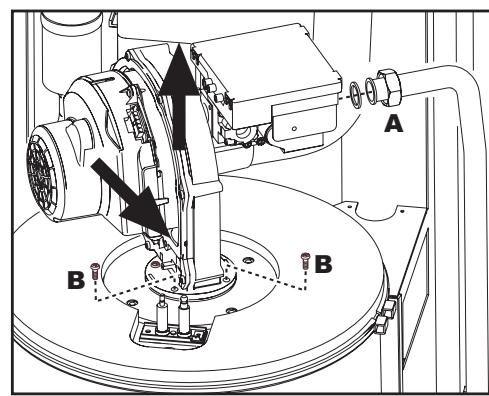
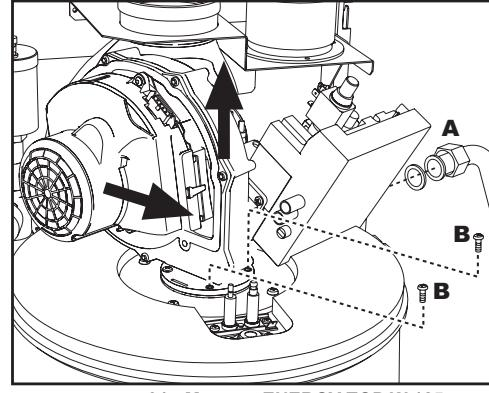

рис. 30 - Модель ENERGY TOP W 70 - W 80
рис. 31 - Модель ENERGY TOP W 125
4. Развините хомут "A" крепления газового клапана (рис. 30 и рис. 31).
5. Открутите два винта "B" и демонтируйте блок вентилятора, как указано на рис. 30 для модели ENERGY TOP W 70 - W 80 и на рис. 31 для модели ENERGY TOP W 125.